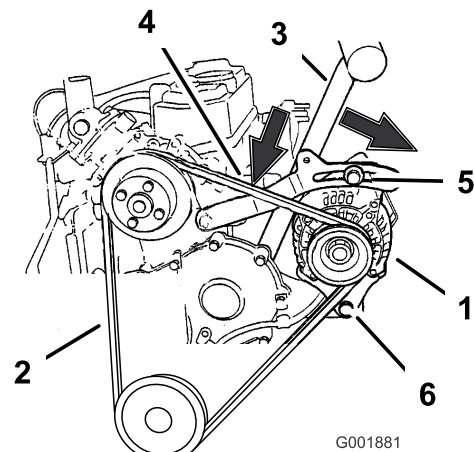

Figura 71
6. Afloje los dos pernos que sujetan el alternador (Figura 71).
7. Retire la correa de las poleas y del alternador (Figura 71).
8. Instale una correa nueva alrededor de las poleas y del alternador (Figura 71).
1. Coloque un mango a modo de palanca entre el alternador y el bloque de cilindros (Figura 71).
2. Ajuste el alternador hacia fuera hasta que quede una desviación de 10 a 13 mm (3/8 a 1/2 pulg.) en la correa entre el motor y el alternador (Figura 71).
5. Si la desviación es correcta, apriete el perno superior a 19 Nm (170 pulgadas-libra) y el perno inferior a 61 Nm (Figura 71).